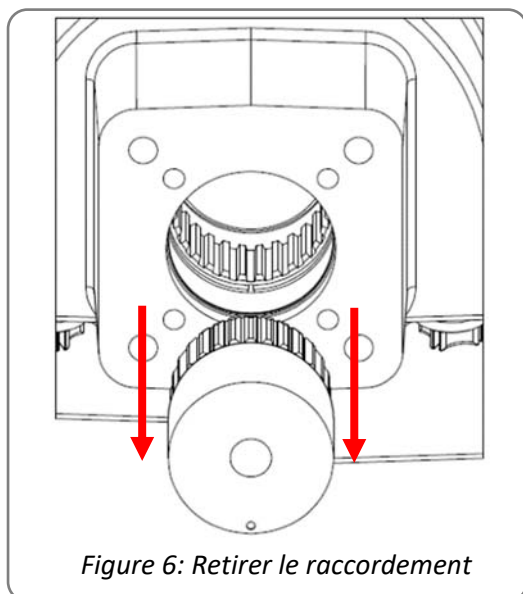

Figure 6: Retirer le raccordement
- Si la douille d'entraînement est déjà montée dans le servomoteur, il doit d'abord en être retiré (voir figure 6 de gauche)